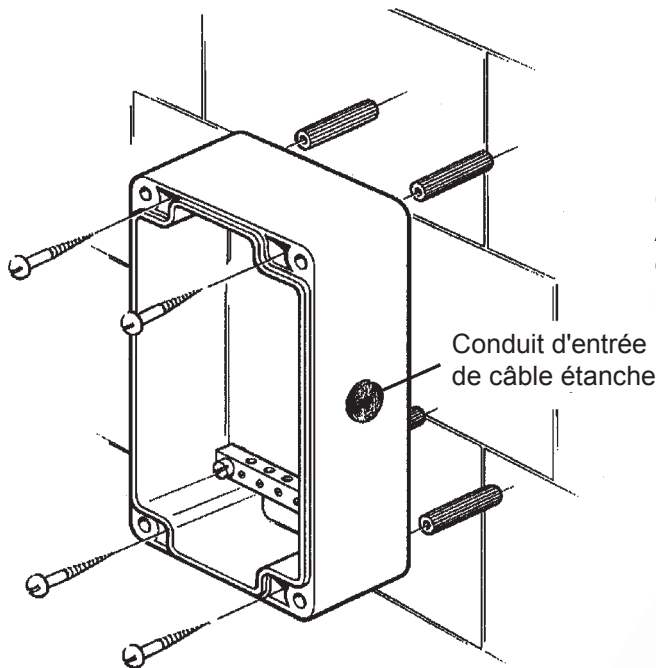

Fig. 1
1. Choisir l'entrée de câble la plus pratique. Oter le couvercle en dévissant les 4 vis de maintien, et percer le trou nécessaire pour le passage du câble sur le côté ou sur le fond du boîtier, . Fixer un conduit d'entrée de câble étanche (Fig. 1).